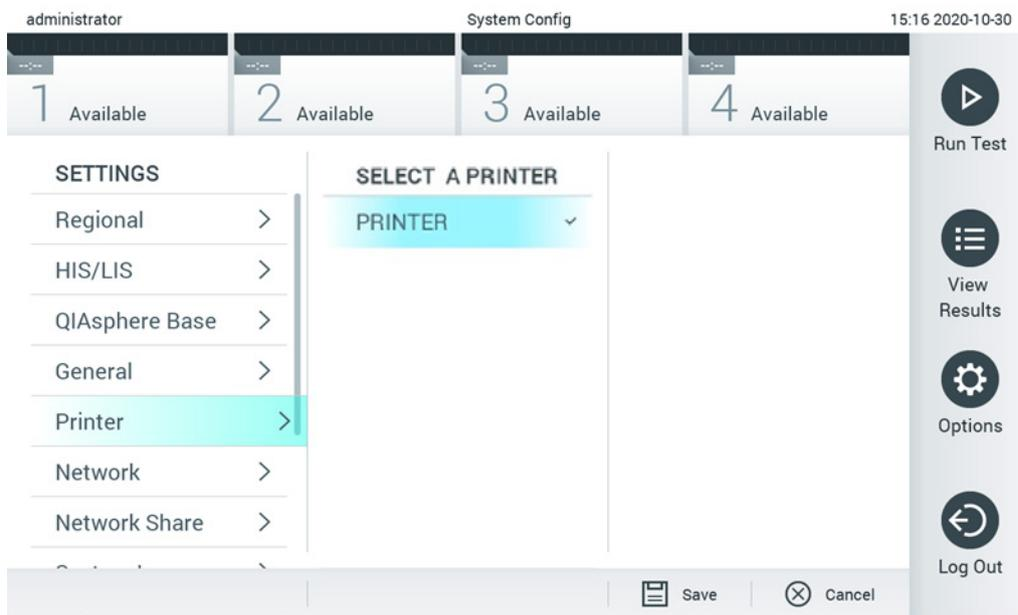

図 67. システムプリンターを選択。
3. 利用可能なプリンターのリストからプリンターを選択します（図 67）。